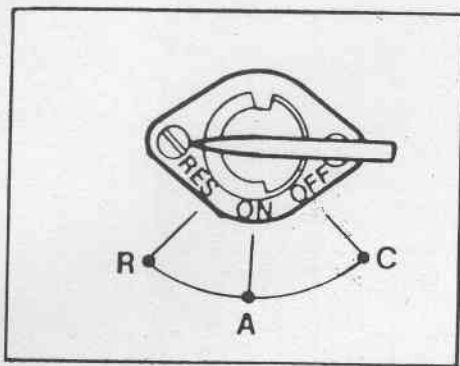
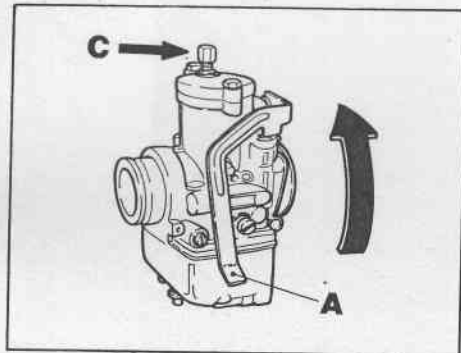

Fig. 9 - Rubinetto benzina.
Fig. 10 - Leva starter sul carburatore
- aprire il rubinetto della benzina (Fig. 9) se il motore è freddo agire sulla leva dello starter sul carburatore (A Fig. 10);
Per la regolazione del gioco avvitare o svitare il regolafilo sul carburatore (C Fig. 10).